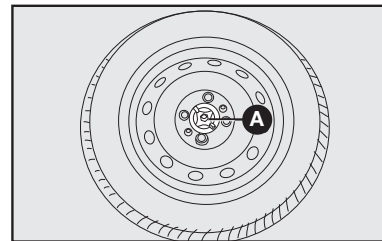

fig. 13
- 18) Fixar a roda com o dispositivo de bloqueio **A-fig. 13**.